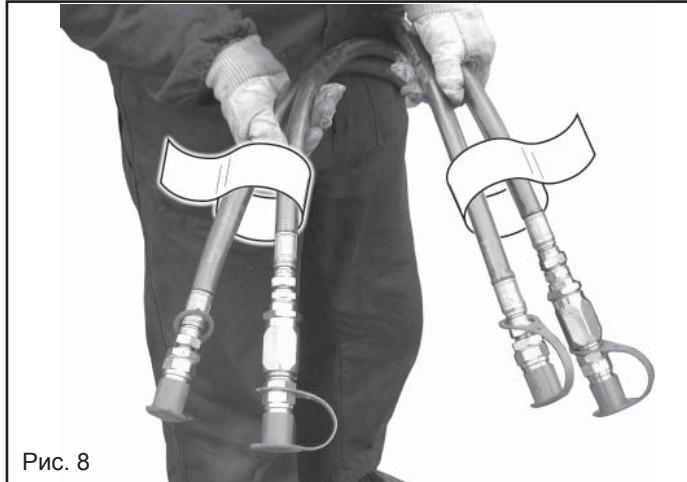

Рис. 8
- 3) Правильно соедините гидродинамические трубы с распределителями трактора, следуя указаниям, приведённым на каждой трубе (Рис.8)